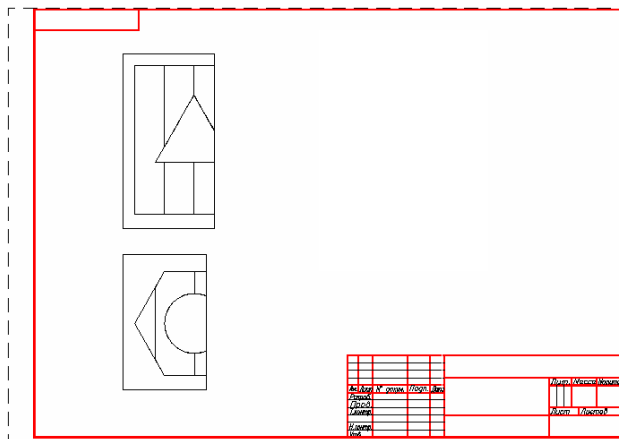

Рис. 5.17
- g) завершить команду нажатием клавиши **Enter** (рис. 5.17).